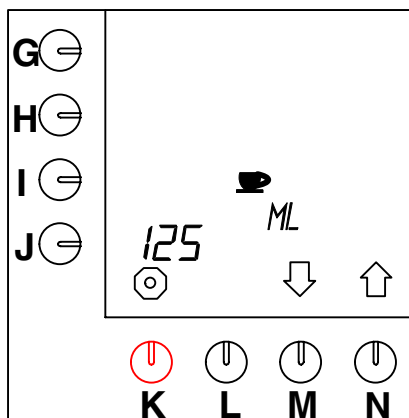

Abb. 34 Inhalt einer Tasse
- Drücken Sie auf die Wahl taste (N.)↑, bis Abb.34 im Display erscheint.